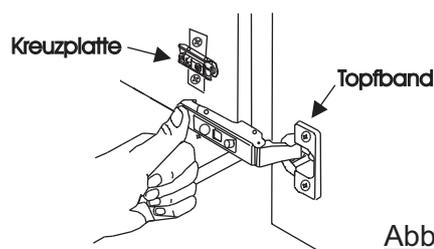

Abb. 2
2. Hängen Sie die Türen in den Korpus ein. (Abb. 2)